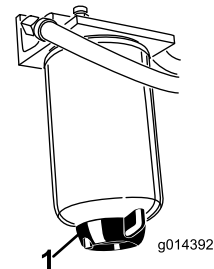

Bild 39
Entfernen Sie täglich Wasser und andere Fremdstoffe aus dem Wasserabscheider (Bild 39). Wechseln Sie die Filterglocke alle 400 Betriebsstunden aus.
- Lösen Sie die Ablassschraube an der Unterseite der Filterglocke (Bild 39).